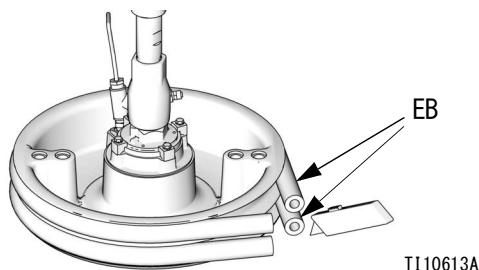

図 15
2. ワイパーの上端および下端をナイフで切り、プラテンから取り外します。図 15 を参照してください。